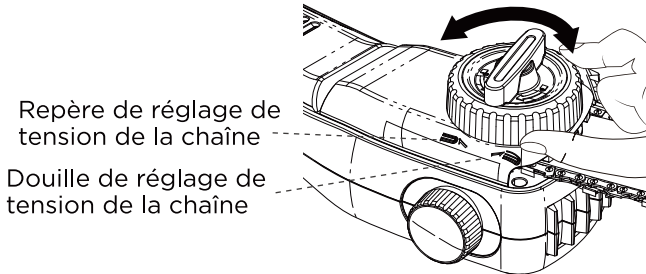

Fig. 11
3. Réglez la tension de la chaîne à l'aide de la douille de réglage de tension de la chaîne en fonction du repère de réglage de la tension de la chaîne situé sur le capot latéral. Tourner la douille dans le sens des aiguilles d'une montre pour augmenter la tension de la chaîne. La tourner dans le sens inverse des aiguilles d'une montre diminue la tension de la chaîne. (Fig. 11).